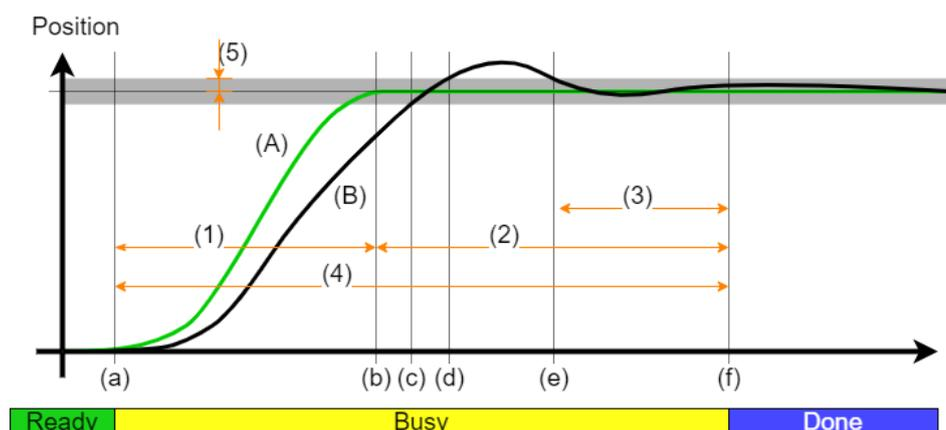

Fig. 3 Termes utilisés lors du processus de positionnement
Ces paramètres déterminent ensemble la précision d'une opération de positionnement. Ils correspondent aux valeurs (5) et (3) de la Fig. 3.